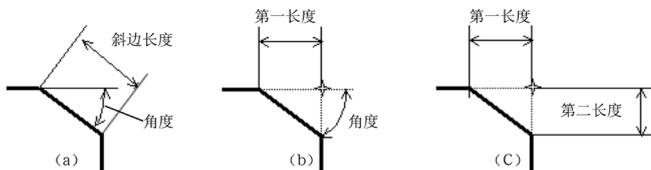

图 5-14
- 角度和斜边：新直线的长度及其与第一个被选对象的角度，如图5-14(a)所示。
两个被选对象的交点的距离，如图 5-14 (b) 所示。
- 第一长度和第二长度 ☒ ：两个被对象的交点与新直线交点的距离，如图 5-14 (c) 所示。